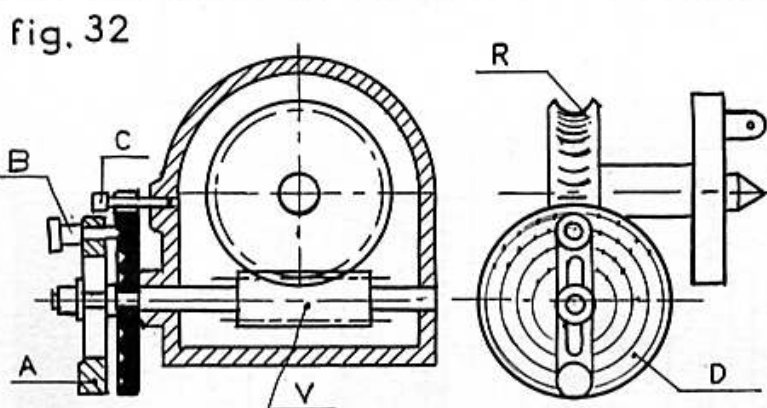

fig. 32
*Poupée diviseur à roue et vis sans fin* (fig. 32). — Une vis  $V$  à un filet entraîne une roue de 40 ou 60 dents calée sur la broche. Un plateau  $P$  à plusieurs rangées de trous équidistants, fou sur la vis, est immobilisé sur le bâti par un verrou.